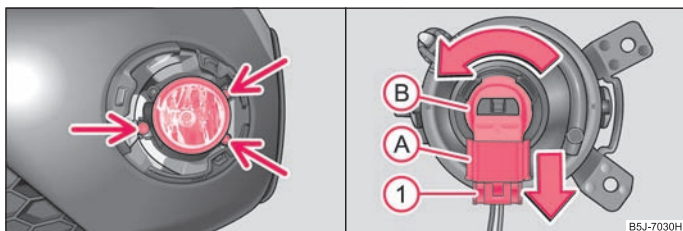

Fig. 173 Bara de protecție față: Proiector de ceață / înlocuirea becurilor
- Deșurubați, cu ajutorul șurubelniței* din trusa de scule¹⁶⁾, șuruburile ⇒ fig. 173 - stânga.
- Apăsați siguranța ① ⇒ fig. 173 a fișei ① și scoateți fișa electrică din dulia ②.
- Rotiți dulia ② cu becul spre stânga până la limită și scoateți-o.
- Introduceți fișa ① în dulia ②.